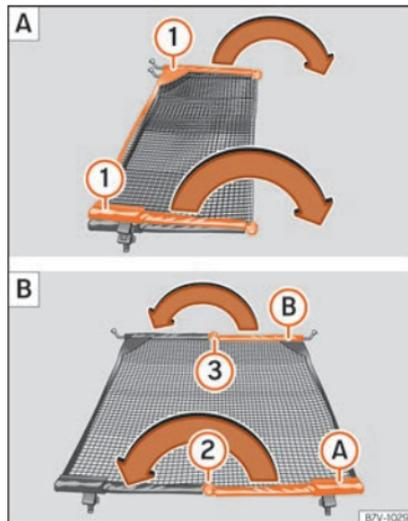

Fig. 170 Desdobrar a rede de separação (1) e dobrá-la de novo (2) e (3).
Desdobrar totalmente as varetas transversais da rede de separação »» Fig. 170 ① na direção da seta até se ouvir um «clique».
- Pressione o botão de desbloqueio »» Fig. 170 ② e dobre a vareta ① na direção da seta com o botão de desbloqueio pressionado.
- Pressione o botão de desbloqueio »» Fig. 170 ③ e dobre a vareta ② na direção da seta com o botão de desbloqueio pressionado.